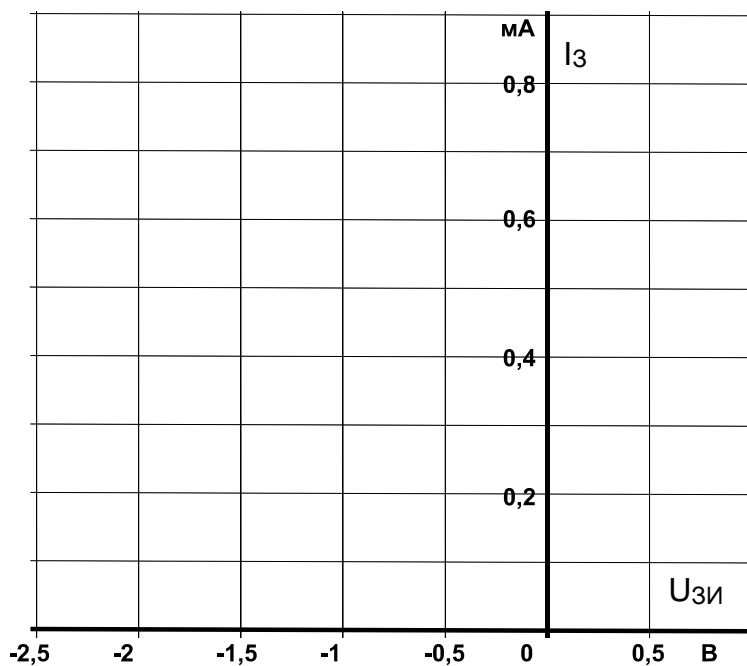

Рис. 5.3.2
- На графиках (рис. 5.3.2 и 5.3.3) постройте кривые зависимостей тока затвора $I_з$ и тока стока I_C от напряжения $U_{зи}$.